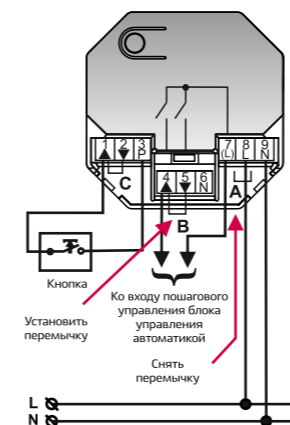

Рис. 2 - Схема подключения Nero 8013 UPM ко входу пошагового управления блока управления автоматикой
- подключить одноклавишный выключатель между контактами 1 и 3 (рис. 2).
- снять перемычку «А» между контактами 7 и 8 (рис. 2);
- установить перемычку «В» между контактами 4 и 5 (рис. 2);
- соединить контакт 7 и соединенные перемычкой контакты 4 и 5 устройства с контактами для подключения пошагового входа блока управления автоматикой (рис. 2);